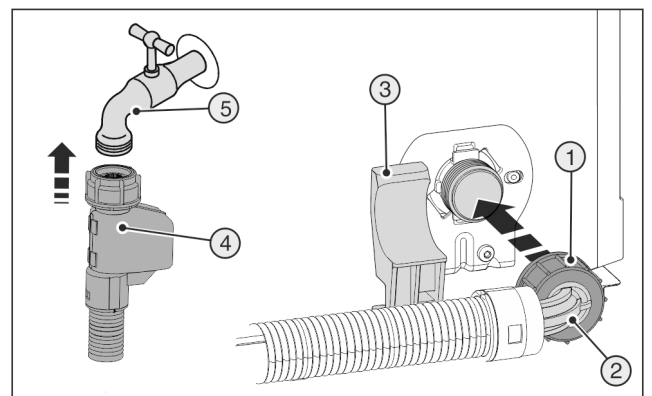

Fig. 22
- ▶ Gerades Schlauchende Fig. 22 (4) am Absperrhahn Fig. 22 (5) anschließen.